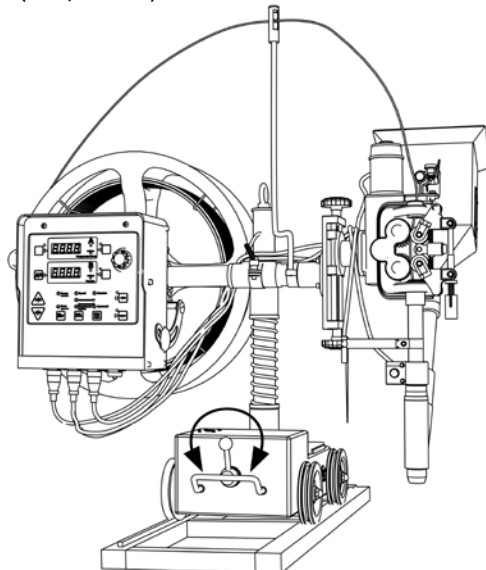

Рис. 8.6. Движение трактора назад/вперед.
5. Потяните рукоятку сцепления для позиционирования сварочного трактора относительно свариваемой детали (См. рис. 8.6).